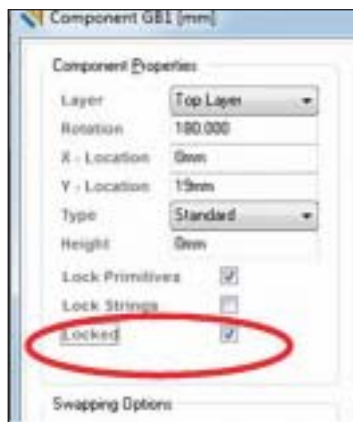

Рис. 77. Блокирование компонента
6. Зафиксируйте место расположения компонента GB1. Для этого двойным щелчком на компоненте вызовите окно его свойств и включите параметр *Locked* (рис. 77). Данная опция защитит компонент от случайного перемещения.